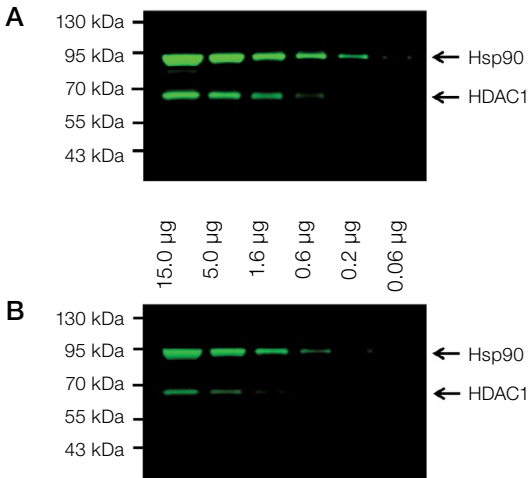

图 39.检测灵敏度的比较。(A) Invitrogen™ Alexa Fluor Plus 800 二抗在更低浓度的样本中显示出更多条带, 与 (B) 另一家供应商的荧光基团标记二抗相比, Invitrogen™ Alexa Fluor™ Plus 800表现出更高的灵敏度和更宽的检测范围。
- **线性范围更广**—高灵敏度和宽线性检测范围, 可以获得更多图像细节 (图 39)